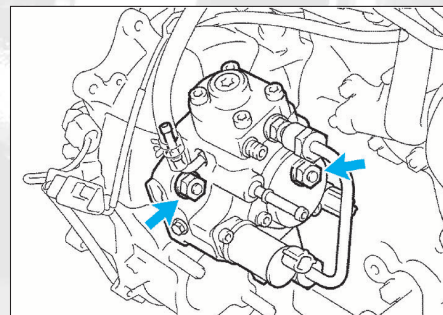

FIG. 50
- À partir du 08/2004, desserrer les 2 écrous de la pompe d'injection (fig. 50).